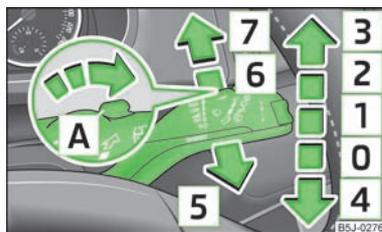

Fig. 29
- Si vous ne voulez essuyer que brièvement le pare-brise, poussez la manette dans la position auto-rabattue **4** » fig. 29.
- Levez la manette dans la position **1** » fig. 29.
- Levez la manette dans la position **2** » fig. 29.
- Levez la manette dans la position **3** » fig. 29.
- Tirez la manette vers le volant sur la position non fixe **5** » fig. 29, les lave-glace et les essuie-glace se mettent en marche.
- Ecartez la manette du volant pour l'amener sur la position **6** » fig. 29 : l'essuie-glace balaie toutes les 6 secondes.
- Ecartez la manette du volant pour la mettre sur la position non fixe **7** » fig. 29, l'essuie-glace et le lave-glace se mettent en marche.
- Ramenez la manette sur sa position de base [0] » fig. 29.
Lorsque les feux de croisement ou de route sont allumés et que le levier d'essuie-glace est amené sur la position [5] » fig. 29, les phares sont brièvement arrosés. Le nettoyage des phares est effectué également à chaque cinquième arrosage du pare-brise.